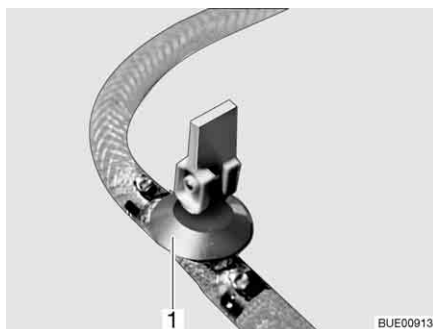
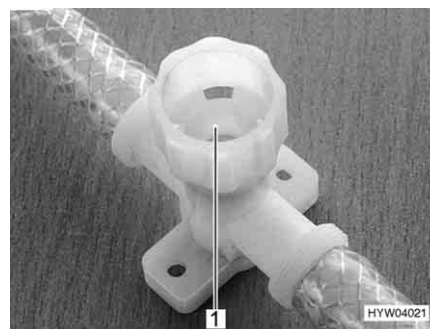

Fig. 156 Robinet de vidange (avec levier à bascule)
Fig. 157 Robinet de vidange (avec capuchon tournant)
- Fermer tous les robinets de vidange. Placer pour ce faire le levier à bascule (Fig. 156,1) à l'horizontale ou faire tourner le capuchon du robinet de vidange (Fig. 157,1) dans le sens des aiguilles d'une montre.